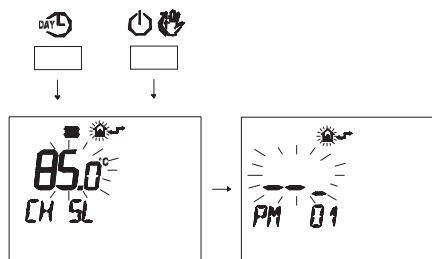

Figura 5.50
- Premere contemporaneamente i pulsanti **DAY** e **ON/OFF** per entrare nella programmazione trasparente (Figura 5.50).